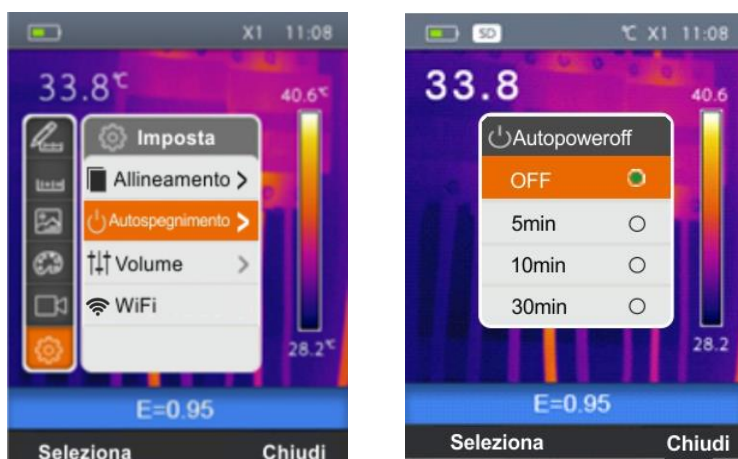

Fig. 14: Impostazione distanza di allineamento
1. Selezionare la voce “Autospegnimento” con i tasti \oplus o \ominus e premere il tasto . La videata di Fig. 14 – Parte destra è mostrata a display